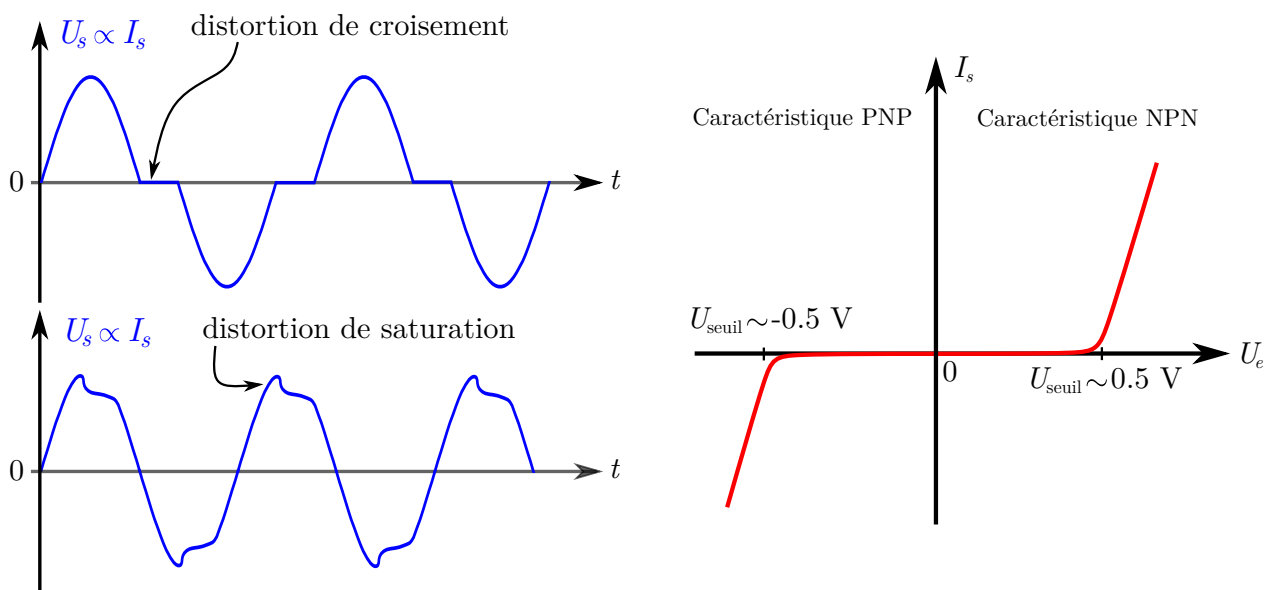

FIGURE 7 – **Distortions induites par un montage push-pull.**
- **Manip d'illustration** : le GBF fournit une tension d'entrée U_e , i.e. un courant d'entrée I_e sinusoïdal de 300 Hz, on visualise à l'oscilloscope avec la tension U_s proportionnelle au courant de sortie I_s circulant dans la résistance R_s . Pour des courants d'entrée pas trop forts ($|U_e| \leq 10 \text{ V}$), le courant I_s est bien amplifié en valeurs positives et négatives. Néanmoins, on constate qu'il y a une déformation du signal autour de zéro : c'est ce que l'on appelle la *distorsion de croisement*. Cette distorsion provient de la réponse en tension du montage push-pull, qui n'est autre que la combinaison de la réponse en tension du NPN combinée avec celle du PNP, comme représenté en figure 7.